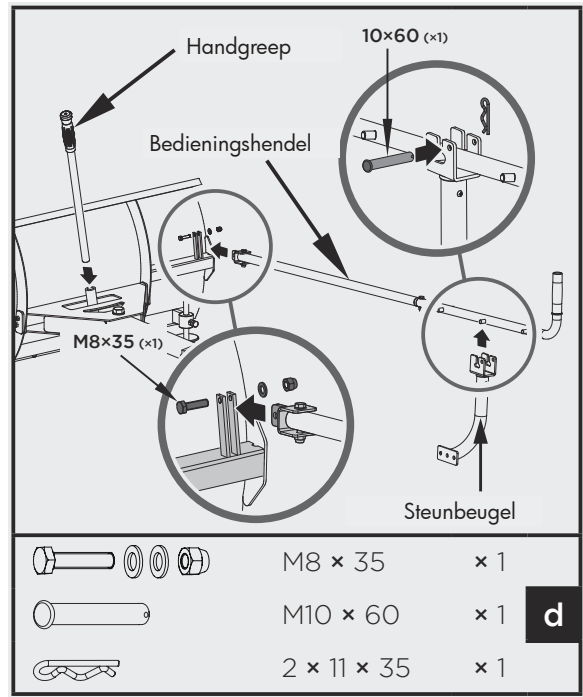

Figuur 8
2. Plaats de draaipuntbeugel in de montagebeugel en lijn hem uit met de gaten in de montagebeugel. Zet hem vast met een M20x95 zeskantbout, sluitringen en moer (Figuur 8).